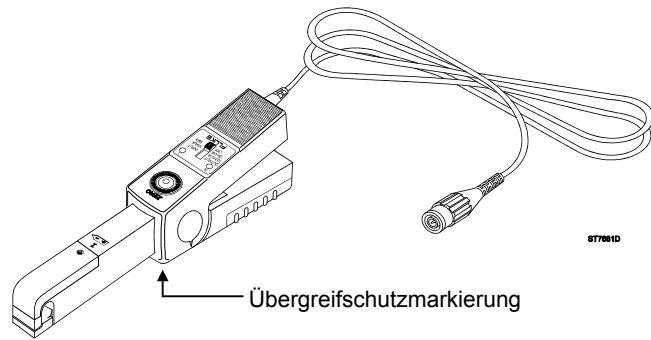

Abbildung 1. 80i-110s Wechsel-/Gleichstrommeßfühler
Das Fluke-Gerät 80i-110s ist ein Wechsel-/Gleichstrommeßfühler, mit dem die Signalform des Stroms in den modernen Stromnetzen von Handel und Industrie wiedergegeben werden kann. Der Meßfühler dient insbesondere der genauen Aufzeichnung von Strömen auf der Leitungsfrequenz und hin bis zur fünfzigsten Harmonischen. Das 80i-110s ist auch mit jedem Gerät, das in Millivolt messen kann, kompatibel. Der Meßfühler (dargestellt in Abbildung 1) weist die folgenden Merkmale auf:
- Den Messfühler nicht vor die Übergreifschutzmarkierung halten, siehe Abbildung 1.